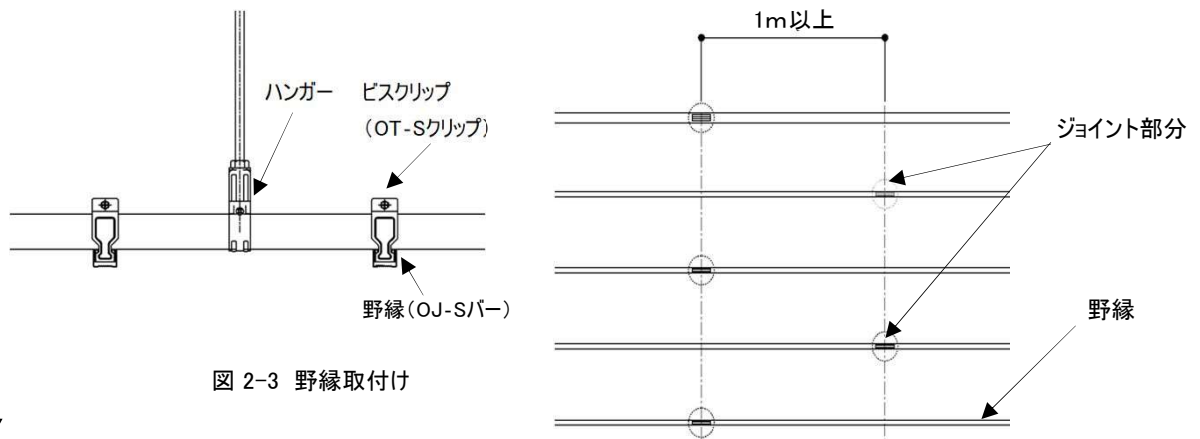

図 2-3 野縁取付け
- ・天井仕上材より決められた野縁のピッチを野縁受けに墨を出し、ビスクリップで野縁を取り付ける。(図2-3参照)
- ・接続部分はジョイント金物を使用し、野縁や野縁受けの隣り合うジョイントの位置は、互いに1m以上離し、千鳥状に配置する。(図2-3参照)